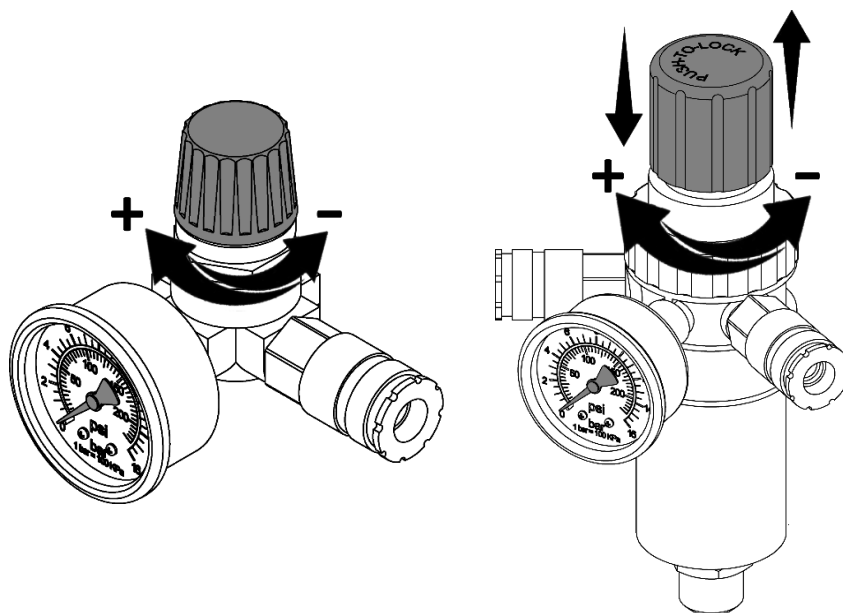

Рисунок 9
7.3.1 Настройка давления в подсоединенных пневматических инструментах регулятором давления (при его наличии) осуществляется следующим образом (см. рисунок 9):